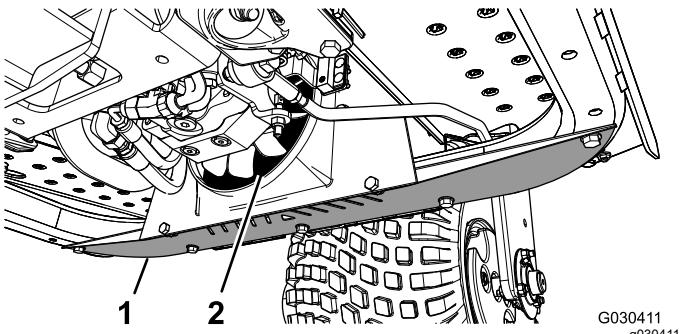

図 45
1. 下のシールドを外す 図 45。
2. 圧縮空気を使って、ファンの周囲についているごみやほこりを、裏側から吹いて除去する 図 45。